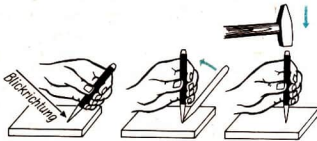

Bild 98/2 Kören der Bohrstelle
- Betrachte Bild 98/2! Beschreibe den Vorgang des Körens!